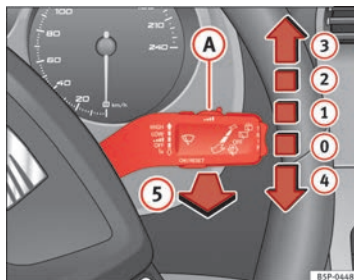

Fig. 86 Palanca del limpia-lavacristales
La palanca del limpiacristales ⇒ fig. 86 tiene las siguientes posiciones:
- Si se detiene el vehículo estando el limpiaparabrisas funcionando en la posición ➔ fig. 86 **2** o en la posición **3**, automáticamente comenzará a funcionar en una posición inferior. Si el vehículo reinicia la marcha, el limpiaparabrisas seguirá funcionando en la posición seleccionada originalmente.